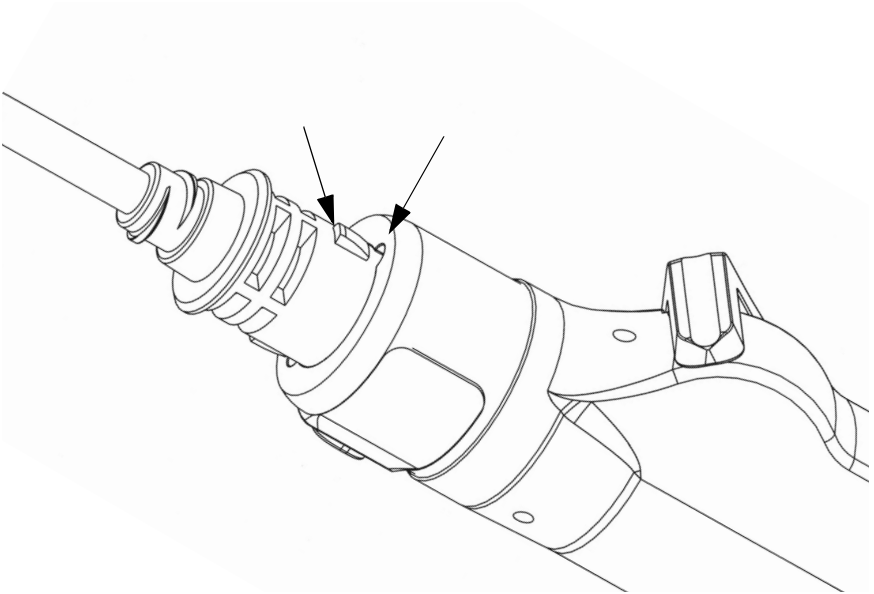

Figur 2: Kopling av håndstykket til shaver-konsollen
2. Skyv kabelkonnektoren forsiktig inn i porten. Den låses på plass (se figur 2). (Ta tak i kabelen og trekk tilbake i konnektormansjetten dor å ta ut kabelen.)